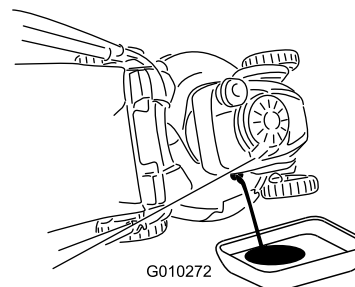

Figura 40
3. Ponga el cortacésped de lado (con el filtro de aire hacia arriba) para drenar el aceite usado a través del tubo de llenado de aceite (Figura 40).